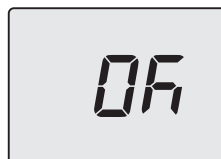

Figura 9.6
- Pulsando el botón 14 (Figura 9.1) se confirma el valor introducido. El display mostrará durante 5 s lo siguiente (Figura 9.6) y luego se pondrá en el nivel superior.